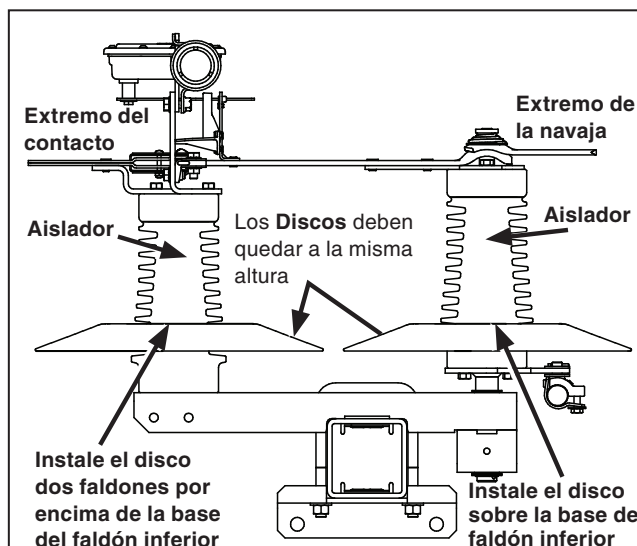

Figura 18. Colocación de los discos antifauna en los Interruptores Omni-Rupter de 25 kV.
**Extremo del contacto del interruptor:** Cunte dos faldones hacia arriba de la base e instale el disco antifauna en el aislador. Si los discos están instalados correctamente, deberán estar a la misma altura aproximadamente. Ver Figura 18.